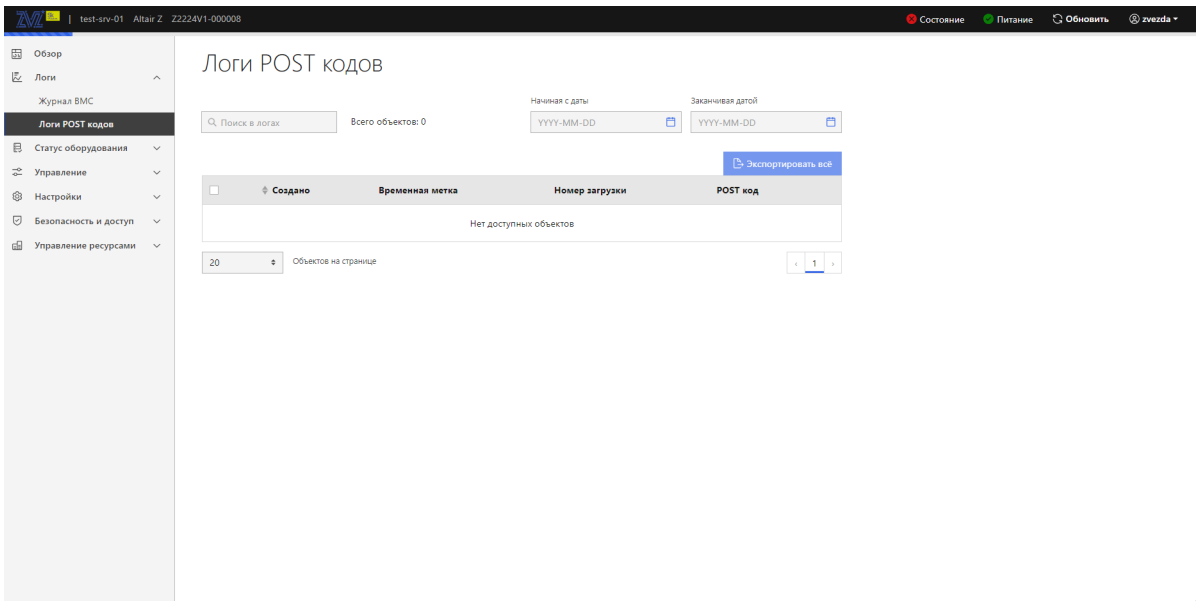

Рис. 74. Окно «Логи POST кодов»
3) Пройдите во вкладку «Логи» → «Логи POST кодов» в данной вкладке отображены все логи POST кодов. В поле «Поиск в логах» производится поиск логов POST кодов. В поле «Начиная с даты» произведите фильтрацию по дате начала логов, в поле «Заканчивая датой» произведите фильтрацию по дате окончания логов. «Экспортировать всё» позволяет экспортировать все логи POST кодов. Окно показано на рис. 74 **Окно «Логи POST кодов»**